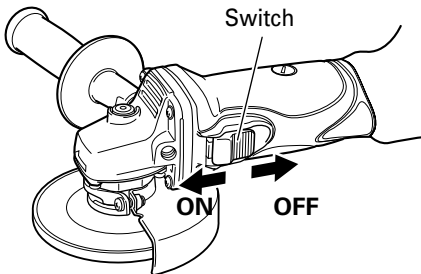

Fig. 6
2. Turn the grinder "on". (Fig. 6)